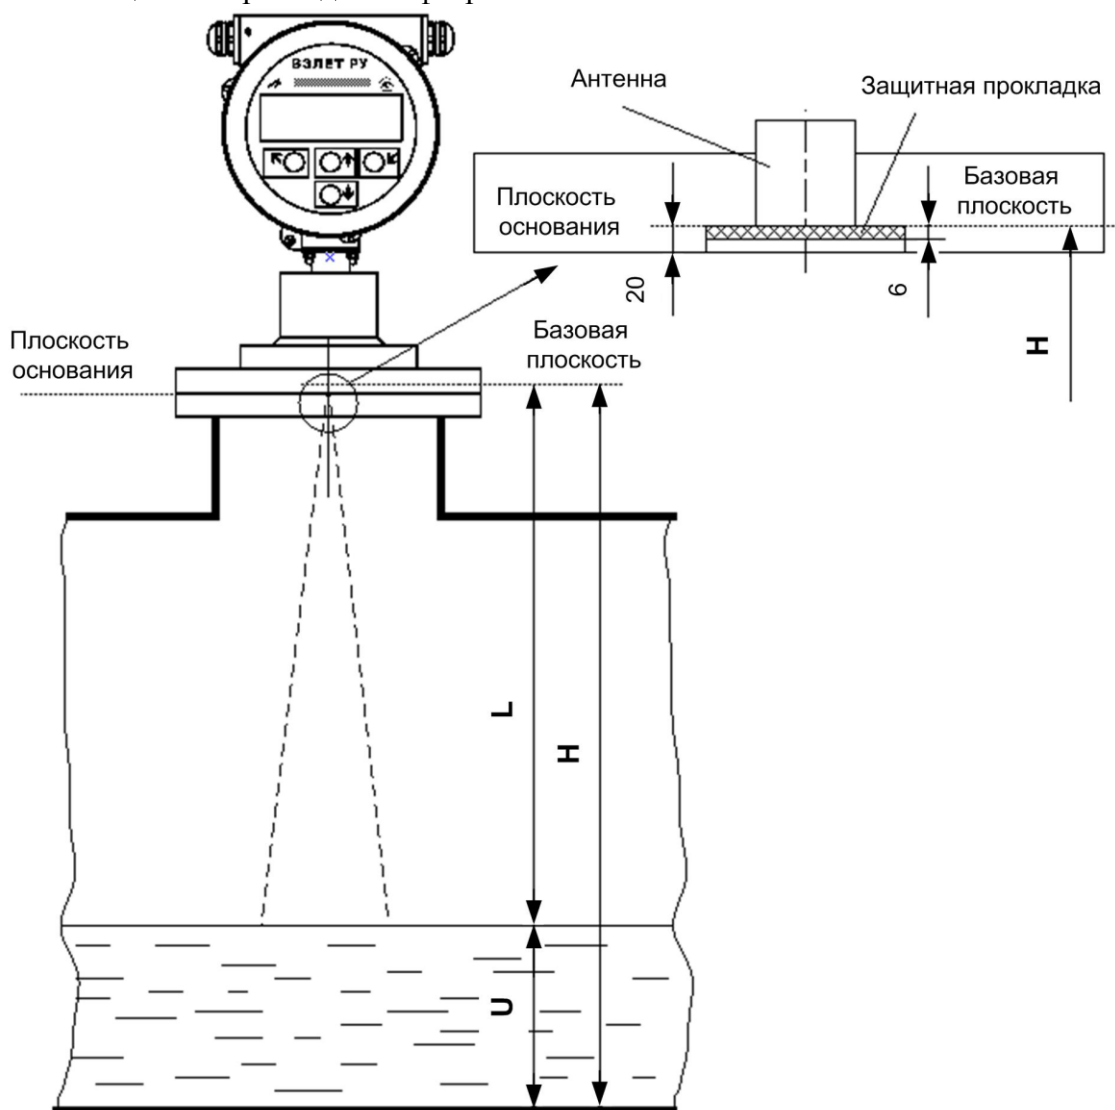

Рис.1 - Настроечные параметры уровнемера.
4.1.2 Базовой плоскостью измерительного диапазона прибора (рис.1) является плоскость, расположенная на расстоянии 20 мм от основания корпуса прибора или 6 мм от поверхности защитной прокладки из фторопласта.